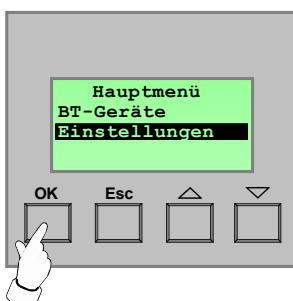

Bild 2: Hauptmenü
- Das Hauptmenü öffnet sich. Durch Anwählen (Δ / ∇) des Menüeintrags "Einstellungen" und Betätigung der Taste "OK" wird der Vorgang weiter fortgesetzt (vgl. Bild 2).